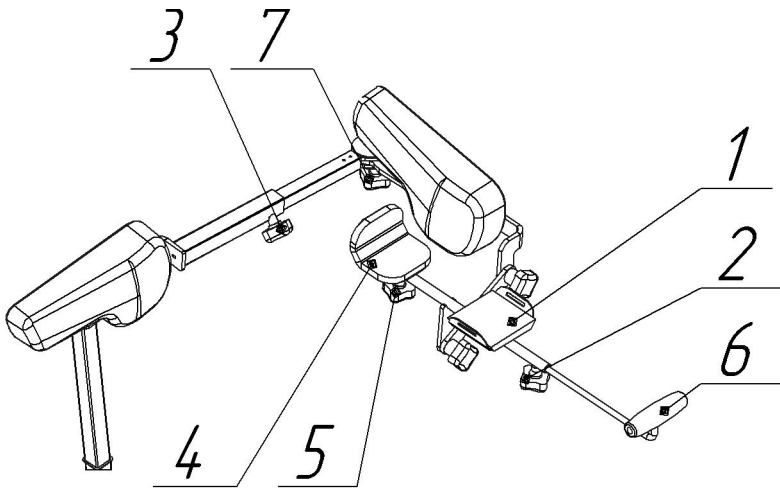

Рисунок 7.3 – Подстройка аппарата под пациента
4. Зафиксируйте предплечье в лотке (1) (см. рис. 7.3) ремнем. Убедитесь в том, что предплечье полностью располагается на лотке, пациент сидит прямо и чувствует себя комфортно.